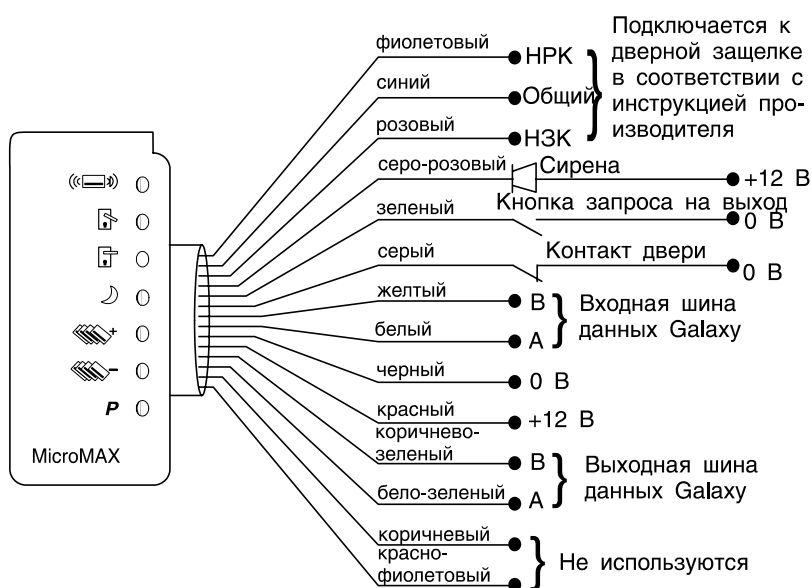

Рис. 5.1. Подключение MicroMAX.
1. Подключить MicroMAX (см. рис. 5.1).
1. Подключите считыватель к шине данных панели (см. рис. 5.1). Если MicroMAX последний модуль на шине, подключите к выходным контактам шины данных оконечный резистор 680 Ом. Подайте на модуль питание 12 В.